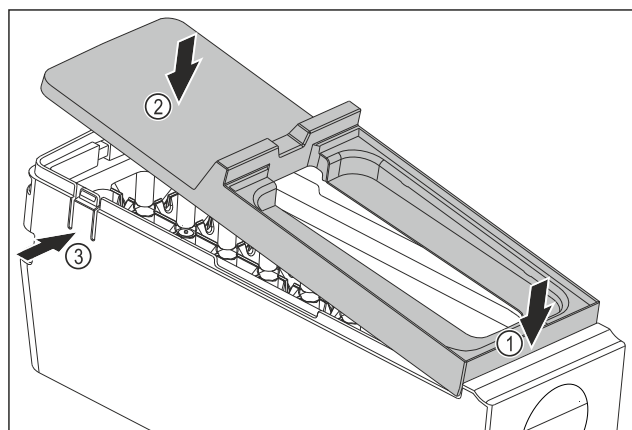

Fig. 80
- Montáž krytu korpusu EasyTwist-Ice: Kryt nasadíte vpredu. Fig. 80 (1)
- Kryt spustíte dozadu. Fig. 80 (2)
- Kryt počutelné zapadne od oboch strmeňov Fig. 80 (3).